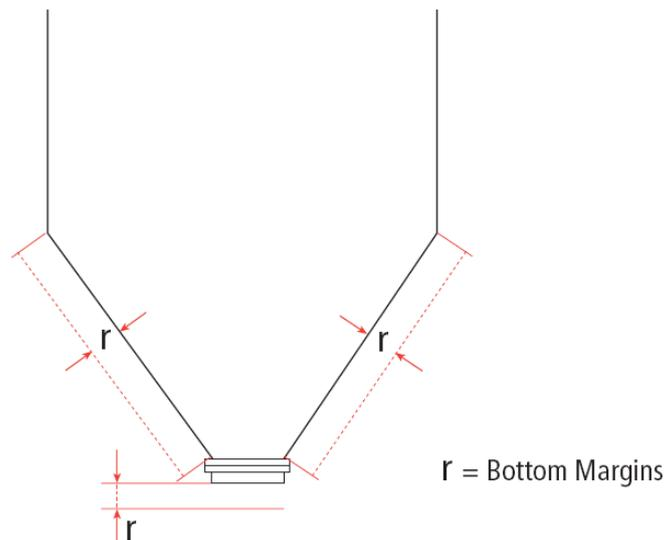

Рисунок 37
- ⦿ **Bottom Margins** — задаётся допуск только для нижней части ёмкости, когда она является конусом, сферой или пирамидой, но не плоской (см. Рисунок 37). Используется для ввода допуска в случаях, когда неизвестна толщина стенок ёмкости, а допуск необходим для возможности обнаружения точек отражения от дна ёмкости. По умолчанию: 1m (м)